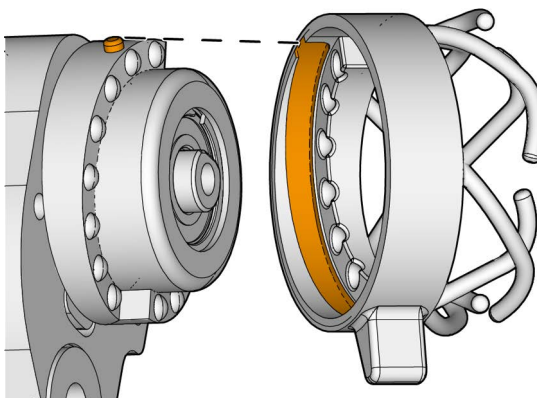

Figura 5-17 Anel de fricção e anel estepe
1. Para remover o anel de fricção, alinhe o pino do anel estepe com a ranhura interna no anel de fricção e puxe para fora (veja a Figura 5-17 na página 87).
2. Para instalar, alinhe o pino com a ranhura do anel de fricção e, em seguida, pressione o anel de fricção no anel estepe (veja a Figura 5-17 na página 87).